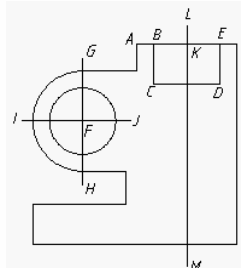

图1-19 画线段 BC、CD 等
4. 画圆的定位线及线段BC、CD等，如图1-19所示。
结果如图 1-19 所示。